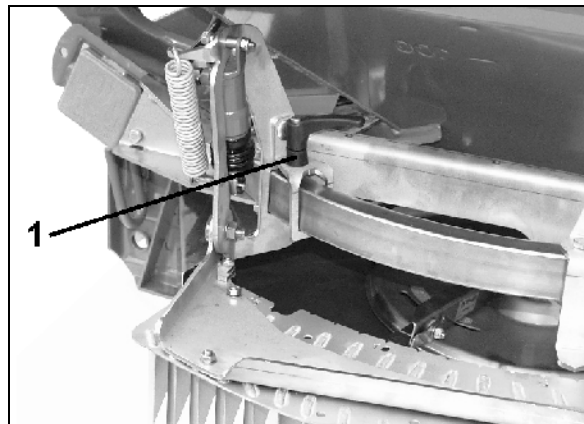

Fig. 66
1. Hierfür den Klemmhebel (Fig. 66/1) lösen.